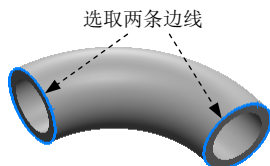

图 11.4.18 定义倒角对象
Step2. 定义倒角边线。选取图 11.4.18 所示的边线为倒角对象。